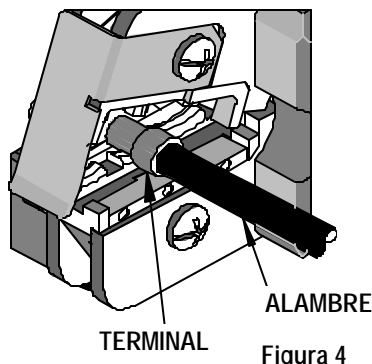

Figura 4
5. Empujar el alambre para asegurarse de que esté completamente asentado en el terminal. Efectuar un ciclo de la herramienta. Véase la figura 4.